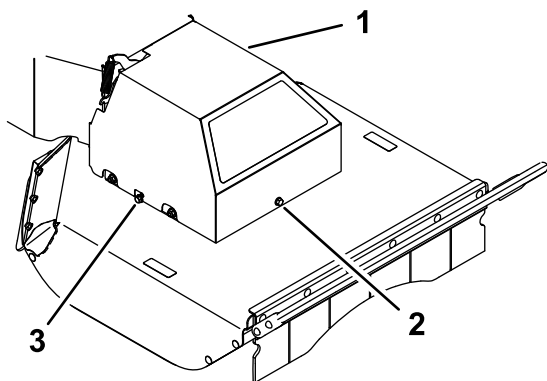

Figura 31
5. Desaperte os parafusos do lado esquerdo e direito algumas voltas e desaperte o parafuso frontal até que a cobertura fique desapertada (Figura 31).
11. Desça a cobertura da correia para a plataforma, alinhando as ranhuras na cobertura com os parafusos laterais. Aperte o parafuso frontal e, em seguida, aperte ambos os parafusos laterais (Figura 31).